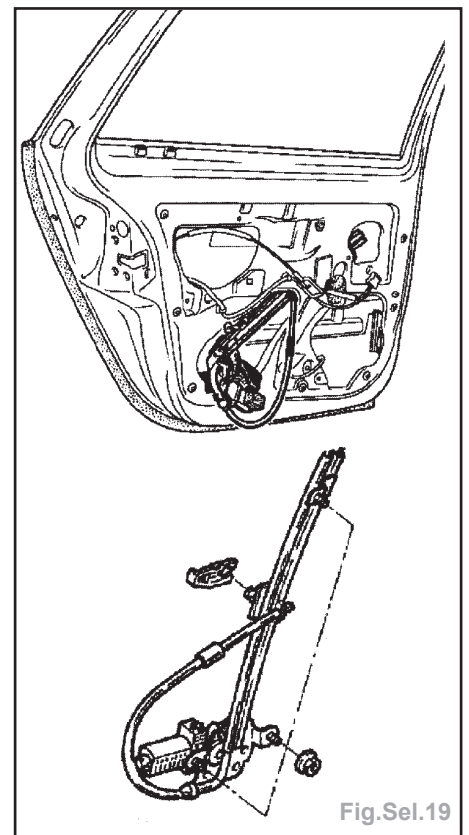

Fig.Sel.19
- Dégager le lève-vitre par le trou inférieur du caisson de porte (Fig.Sel.19).